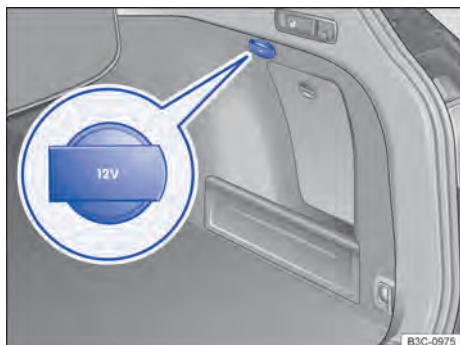

Fig. 154 No compartimento de bagagem : tomada 12 V.
- No compartimento de bagagem  Fig. 154.